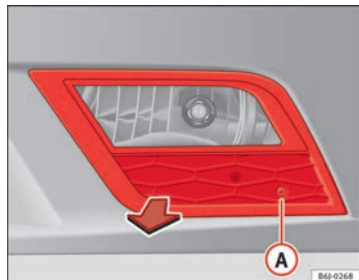

Abb. 166 Nebelscheinwerfer
- Entfernen Sie die Schraube ⇒ Abb. 166 (A) mit einem Schraubendreher aus dem Gitter des Nebelscheinwerfers.